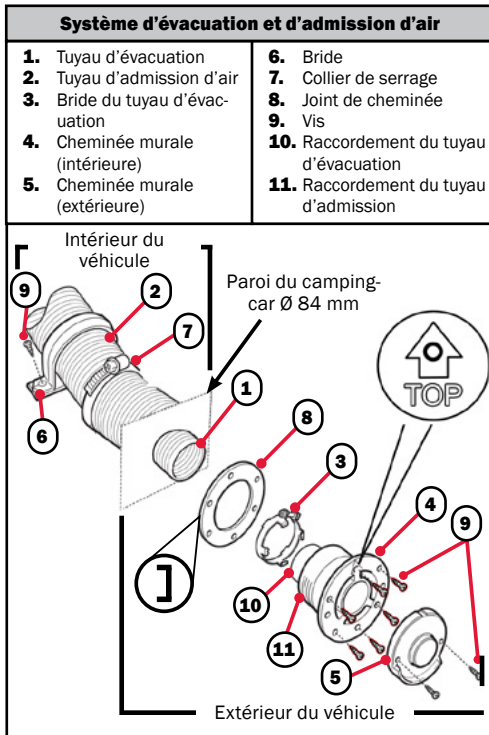

Figure 9
- Percez un trou (Ø 84 mm) dans la paroi du véhicule et colmatez-le avec le joint (Fig. 9 #8), le côté lisse étant orienté vers le tuyau d'évacuation et le joint étant orienté vers la paroi du camping-car (Fig. 9 #3).
- Faites glisser un collier de serrage (Fig. 9 #3) sur le tuyau d'évacuation et insérez le tuyau dans le trou. Serrez le collier (couple de 3,4 - 4 Nm).
- Insérez le tuyau d'admission d'air sur les sommets de la cheminée d'évacuation (Fig. 9 #11).
- Utilisez 6 vis (Fig. 9 #9) pour fixer la cheminée d'évacuation. Veillez à ce que le « TOP » soit orienté vers le haut.
- Utilisez 2 vis pour fixer le chapeau de la cheminée d'évacuation, puis fixez le tuyau d'évacuation à la paroi du véhicule à l'aide de la bride de montage (Fig. 9 #6).